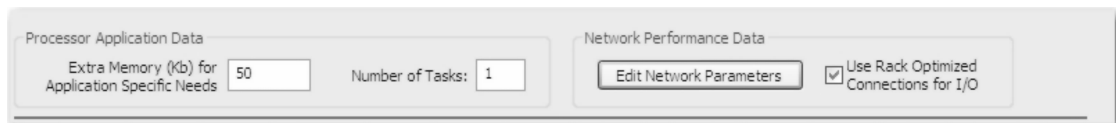

图 26-40 组态的 I/O 平台图
16. 在页面顶部，IAB 会显示正在组态的 I/O 平台（本示例中为 ControlLogix I/O）的一些选项。该信息会影响 IAB 评估组态性能的方式，如图 26-40 所示。